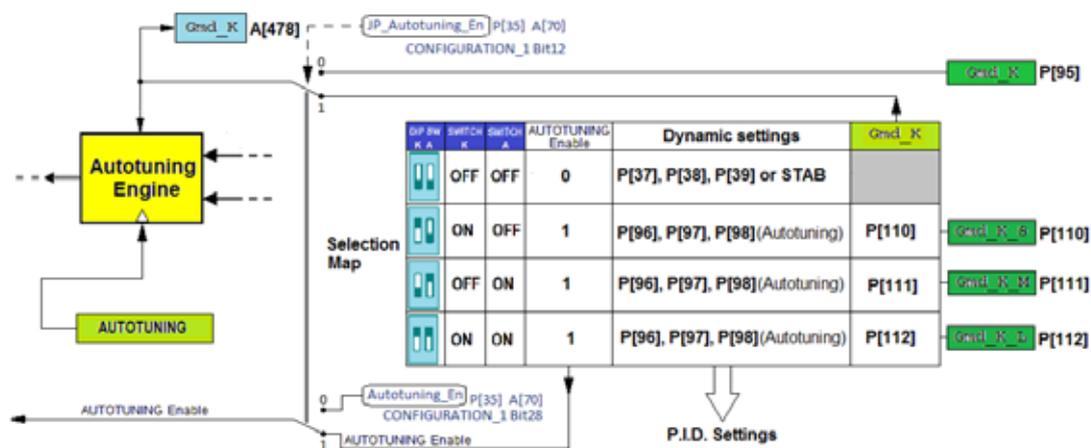
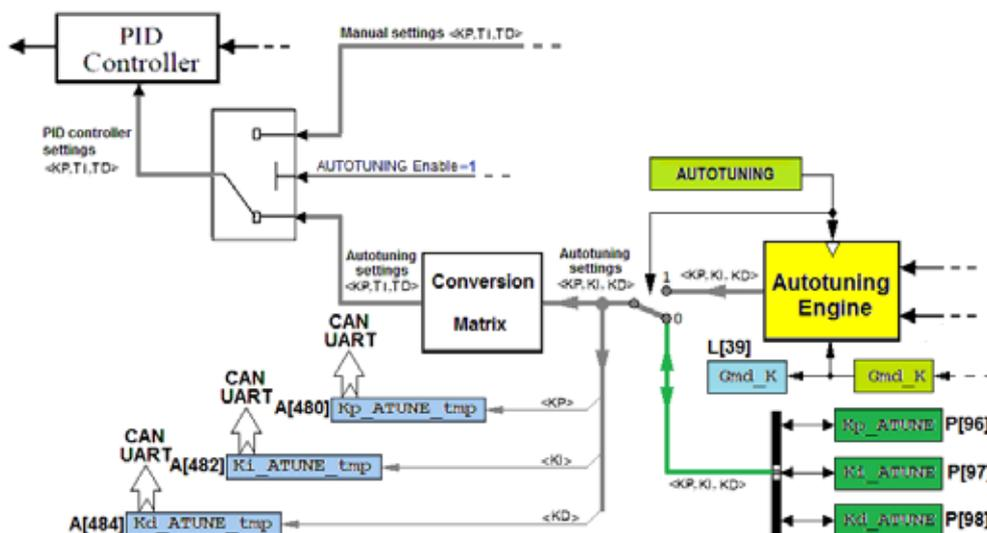

Fig. 5.4-A: Auto-tuning Selection scheme
Fig. 5.5-A: Auto-tuning P.I.D. controller settings
La modalità utilizzata viene selezionata tramite combinazione di due DIP-switch hardware (denominati K e A, fig. 5.3-A: Auto-tuning DIP Switches) o del corrispondente flag **Autotuning** (bit B28 del parametro P[35] **CONFIGURATION_1**, indirizzo A[70]); la selezione della sorgente dipende dallo stato del flag **JP_Autotuning_En** (bit B12 del parametro P[35] **CONFIGURATION_1**, indirizzo A[70]); fig. 5.4-A: Auto-tuning Selection scheme.
Essenziale al corretto funzionamento dell'autotuning è il valore assunto dalla variabile *Gmd_K* disponibile in lettura all'indirizzo A[478], fig. 5.4-A: Auto-tuning Selection e fig. 5.5-A: Auto-tuning P.I.D. controller settings
Qualora abilitati, le 3 combinazioni dei DIP-switch "K" e "A" in cui almeno uno dei due è "ON" selezionano uno dei 3 valori impostati dai 3 parametri P[110] *Gmd_K-S*, P[111], *Gmd_K-M* e P[112] *Gmd_K-L* (indirizzi A[220], A[222] e A[224]), fig. 5.4-A5.4-A: Auto-tuning Selection
L'abilitazione o meno di entrambi i DIP-switch dipende dallo stato del flag *JP_Autotuning_En* (bit B12 del parametro P[35] *CONFIGURATION_1*, indirizzo A[70]), rif. fig. 5.4-A: Auto-tuning Selection.
Le impostazioni dinamiche calcolate dall'algoritmo di auto-tuning sono disponibili in lettura agli indirizzi A[480] *Kp_ATUNE*, A[482] *Ki_ATUNE*, A[484] *Kd_ATUNE* fig.5.5-A: Auto-tuning P.I.D. controller settings.
- la memorizzazione delle suddette impostazioni sui rispettivi parametri P[96] **Kp_ATUNE**, P[97] **Ki_ATUNE**, P[98] **Kd_ATUNE** (indirizzi A[192], A[194] e A[196]) fig. 5.5-A: Auto-tuning P.I.D. controller settings.